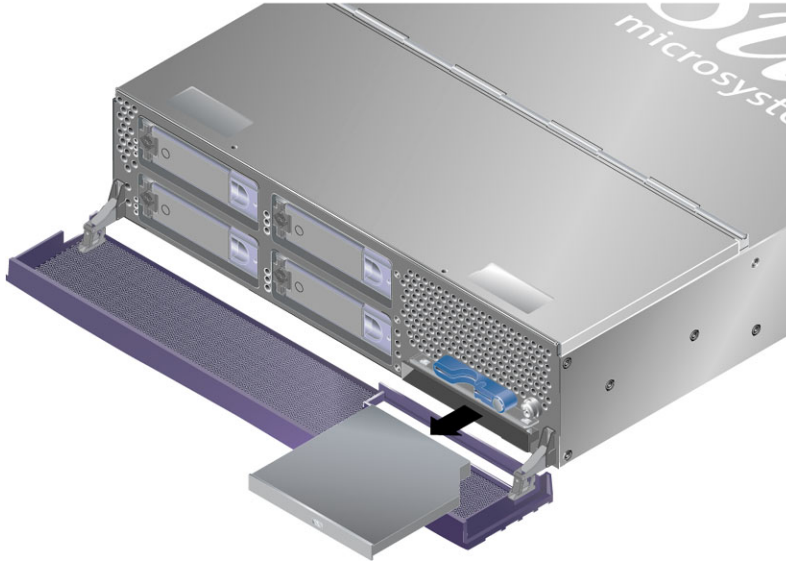

图 2-5 拆除 DVD-ROM 驱动器（Sun Fire V240 服务器）
3. 打开将 DVD 驱动器固定到机架的卡锁（图 2-5）。